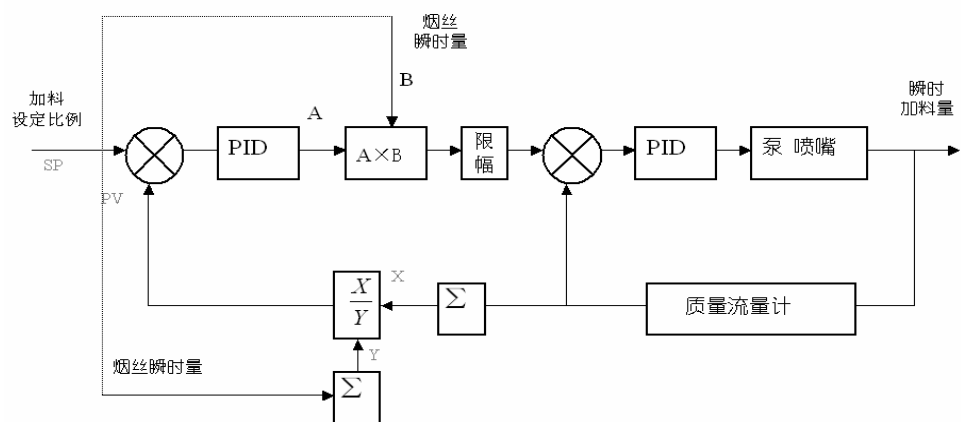
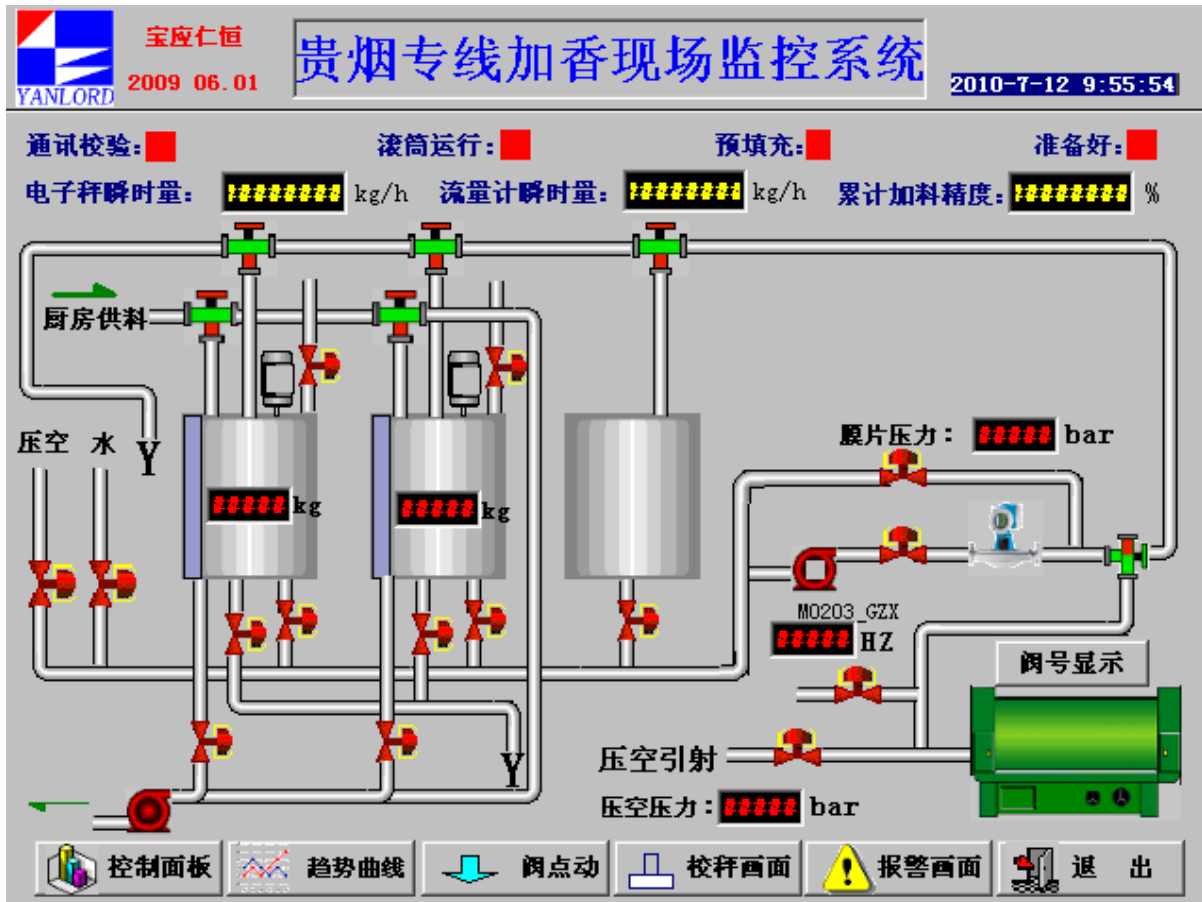

图 2：双闭环 PID 调节示意图
图 3：贵烟专线加香系统流程图
5.2 系统工艺介绍：现场加香加料控制系统采集电子秤的物料流量并根据所生产牌号的料液施加比例计算出设定施加量，系统采用双闭环 PID 自动控制(详见图 2：双闭环 PID 调节示意图)，实现香糖料的定比跟踪施加，充分保证施加精度 $\leq 0.5\%$ 。（详见图 3：贵烟专线加香系统流程图）